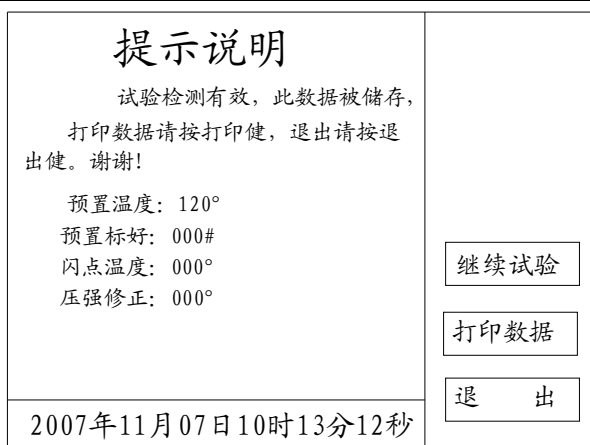
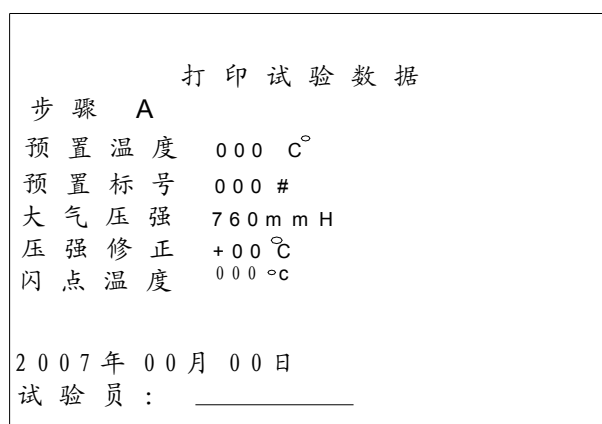

图 11
图 12
(6) 电子点火装置每一分钟点火一次点燃火嘴将气源点燃，并调整火焰高度为 3~4 mm，（初次实验室调整）仪器进入自动测试状态，打印机工作状态指示灯亮，仪器显示升温 and 试验时间，试验过程符合 GB/T261-2008 标准。
(7) 自动测试过程中，选择开盖键，此时仪器自动开盖点火一次（自动提前 20°C 点火），可随时检查在开盖前闪火值，可检查所设温度是否适中。
(8) 当预置温度值偏低并达到上限时按滞后温度每按一次温度延后 10 度。
(9) 温度达到闪点值自动检测闪点值，液晶屏锁住当前温度值、试验时间，大臂自动上升，数据被存储，实验失败数据不被存储，打印试验数据，自动关闭气源阀门，测试工作完成。仪器同时风冷，当仪器冷却达到低于预置温度 60°C 时，方可进行下一杯试验。试验结束界面见图 11，打印数据见图 12。